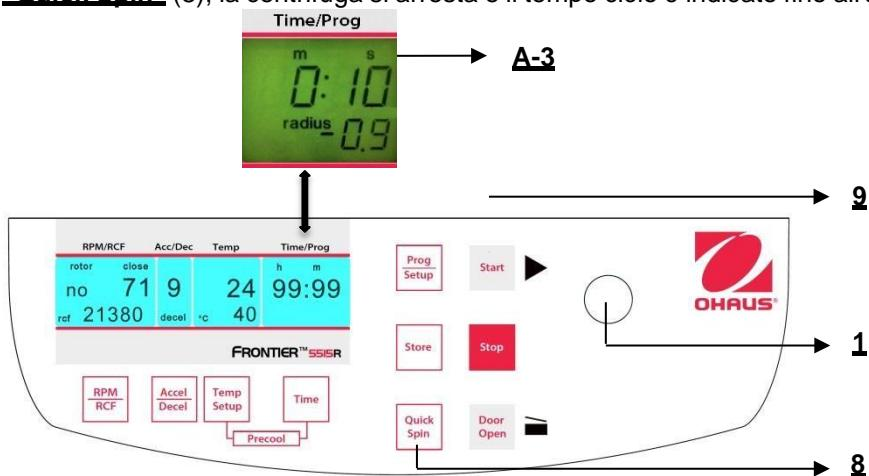

Figura 26
E' possibile avviare la centrifuga con il tasto "Start" (9) (rif. figura 26) oppure con il tasto "Quick Spin" (8).